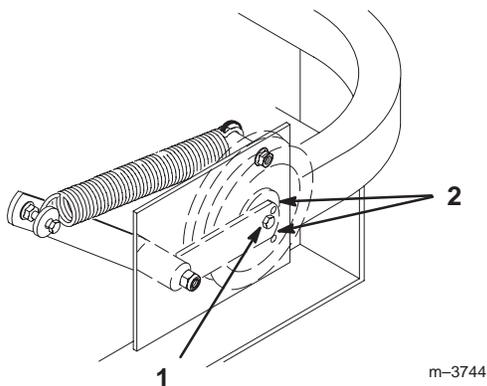

Figure 60
8. Vérifiez la tension de la courroie. Le boulon central de la poulie de tension rappelée par ressort doit se trouver entre les deux trous d'alignement de la plaque de support gauche (Fig. 60).
10. Vérifiez de nouveau la tension de la courroie. Le boulon central de la poulie de tension rappelée par ressort doit se trouver entre les deux trous d'alignement de la plaque de support gauche (Fig. 60). Réglez au besoin et serrez toute la visserie solidement.